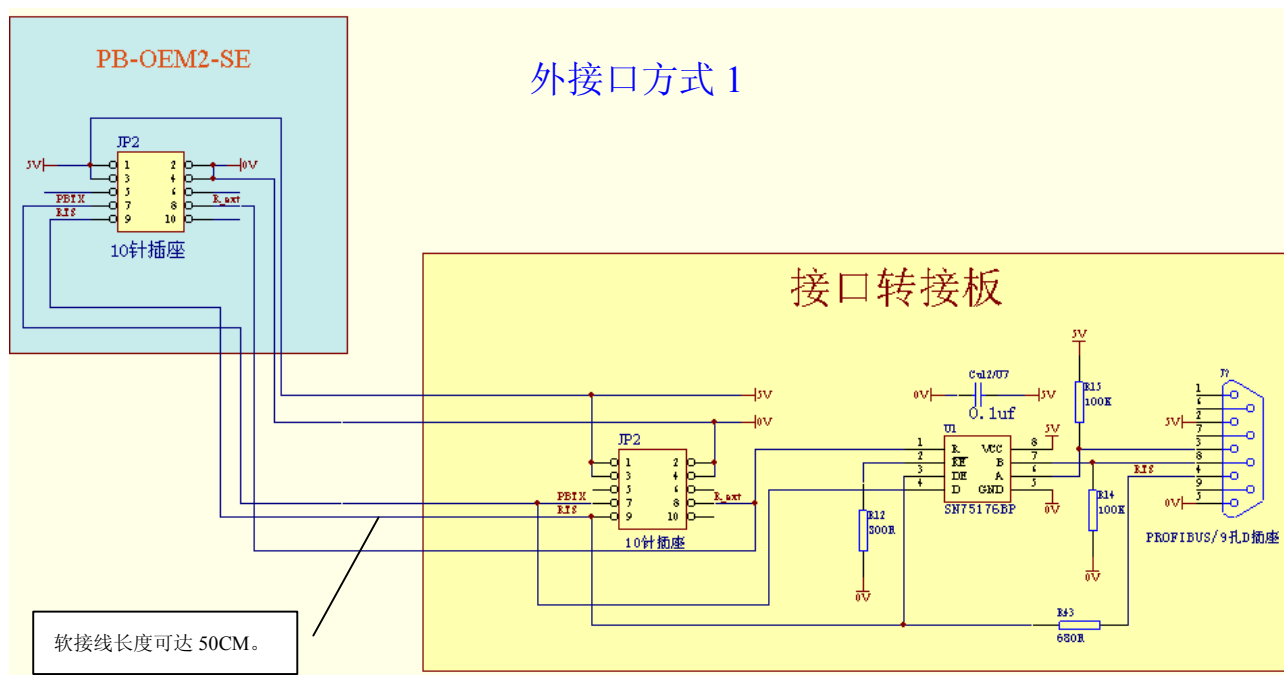

图 2: 外接口方式 1
(4) **外接口转接板**所需电源及 PROFIBUS 信号线全部可从 PB-OEM2-SE 模块的 10 针插头引出，见图 2: 外接口方式 1。